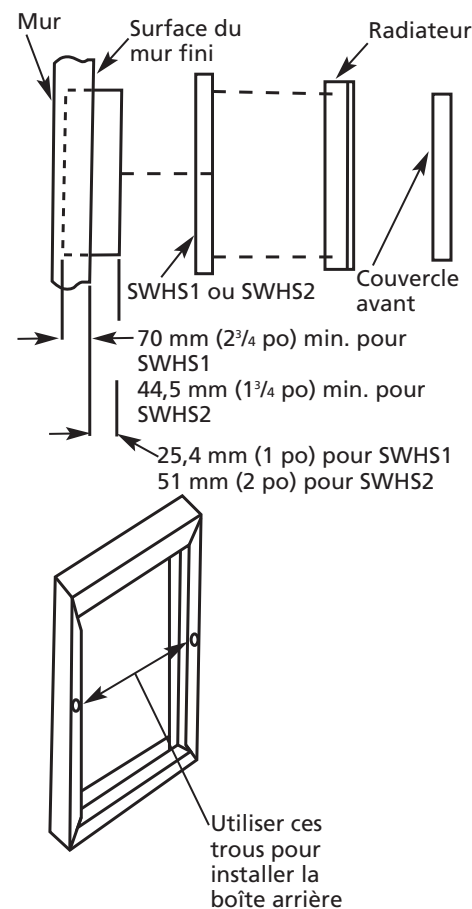

Figure 4
REMARQUE : Lorsqu'un 2HAD3 est utilisé, le bord avant de la boîte arrière doit dépasser de 25,4 mm (1 po) de la surface finie du mur. Lorsqu'un 2HAD4 est utilisé, le bord avant de la boîte arrière doit dépasser de 51 mm (2 po) de la surface finie du mur. (Voir la Figure 4)
1. Placer le manchon semi-encasté sur la boîte arrière et visser deux (2) vis n° 6 x 3/8 po (3,5 mm x 9,5 mm) (fournies) dans les trous, comme l'indique la Figure 4.